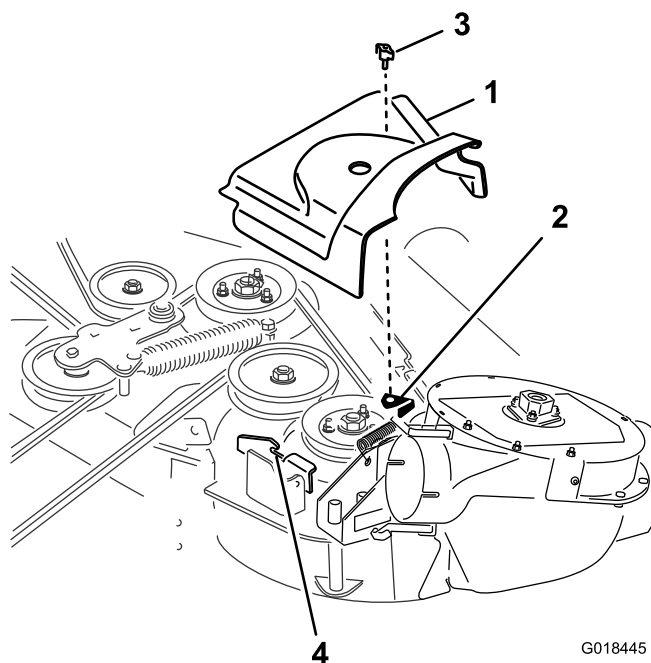

Figura 26
3. Installate il nuovo copricinghia in modo che le tacche sui due lati del copricinghia passino sopra i supporti del copricinghia e fissino il dispositivo di chiusura (Figura 26).
4. Fissate il nuovo copricinghia al piatto di taglio, installando la manopola del coperchio dal Kit soffiatore e trasmissione attraverso il coperchio e inserendola nel supporto del copricinghia (Figura 26).